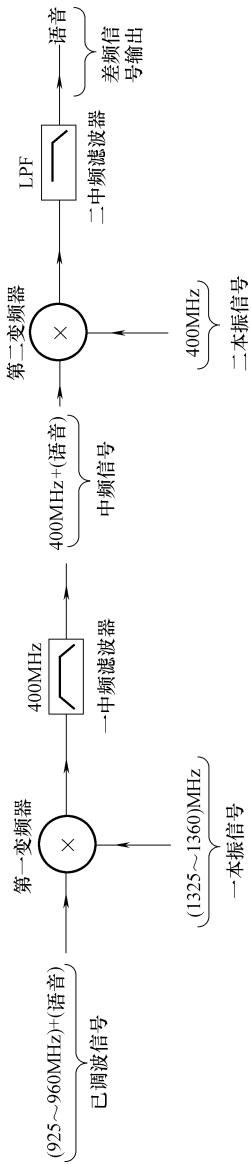

图 4-4 二次变频接收电路示意图
2) 二次变频接收电路。图 4-4 所示的，二次变频接收电路就是将已调制的高频载波信号 (925 ~ 960MHz + 语音信号) 与第一本机振荡电路产生的本振信号 (1325 ~ 1360MHz) 进行第一次差频，得到中频信号 (400MHz + 语音信号)；然后再与二本振荡信号 (400MHz) 进行第二次差频，得到语音信号。